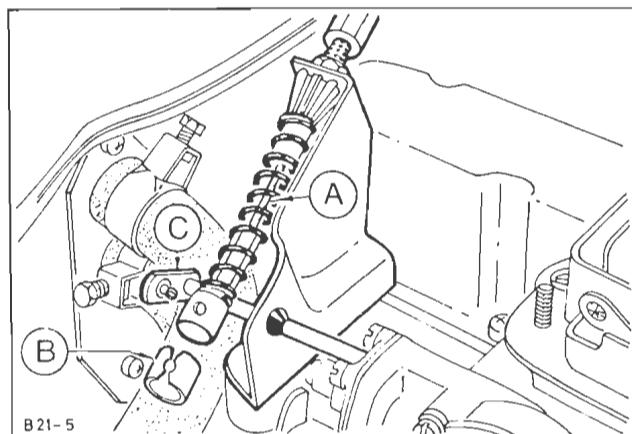

Fig. 72 - Hægt gasspjældskablet på gaspjældsforbindelsen.
15. Monter gasspjældskablet på beslaget og hægt det fast i gasspjældsforbindelsen, Fig. 72. Forbind og juster chokerkablet, hvis monteret.